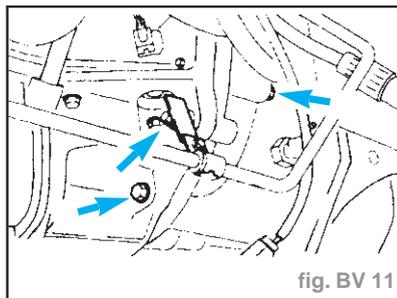

fig. BV 11
- Déposer les vis de bride (fig. BV 11).
- Serrer les vis de bride (à **47 N.m**) (fig. BV 11 et 14).